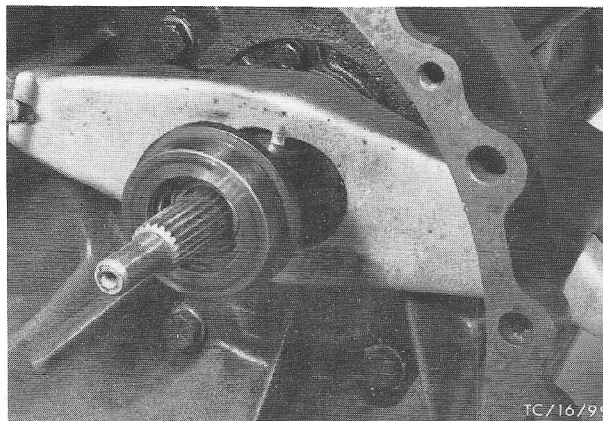

Fig.40 Koppelingdruk­lager en koppelingvork verwijde­ren.
1. Verwijder het koppelingdruk­lager tezamen met de kop­pelingsvork en verwijder vervolgens het koppelinghuis (4 bouten)(fig.40).